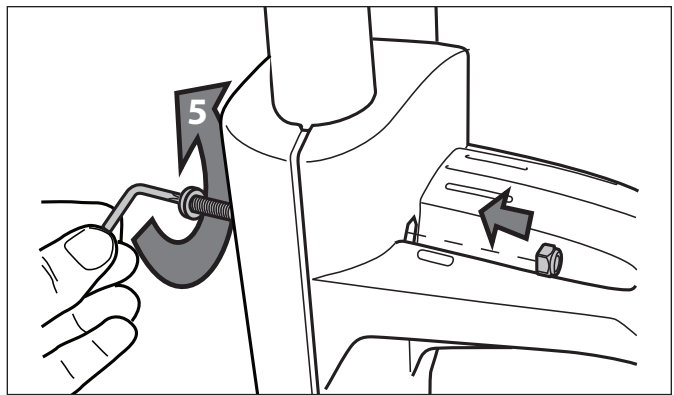

**Figura 3. Coloque los soportes inferiores**
2. Coloque el soporte del cable de corriente abajo como se muestra en la Figura 3. Coloque la placa del soporte del cable frente al soporte del cable de energía. Asegurelo mediante un tornillo y apriételo con la llave Torx®. Vea la Figura 4.